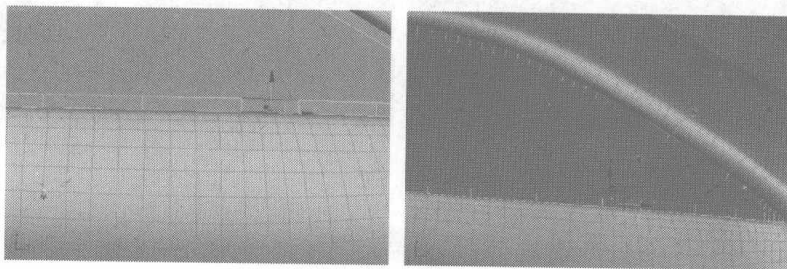
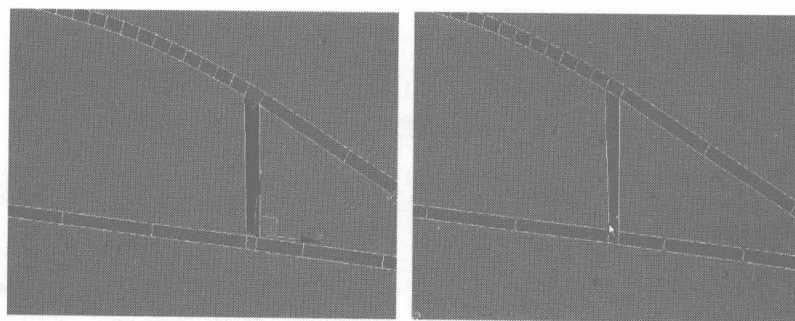

图 7.139
图 7.140
- 31** 选择车窗玻璃边上的曲线，单击 **Connect** 按钮，添加一条曲线，如图 7.139 所示。选择上面的曲线，按住 Shift 键，复制面，然后单击右键，在弹出的快捷菜单中选择 Target Weld 命令，焊接节点，如图 7.140 所示。